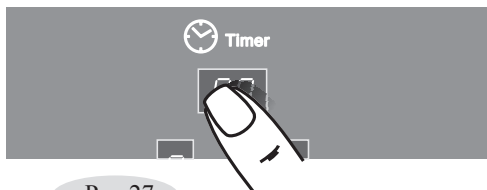

Рис.27
2. Перевести таймер в режим управления касанием зоны «⑤». В окне индикации программируемой конфорки высветится «0» (рис. 27).